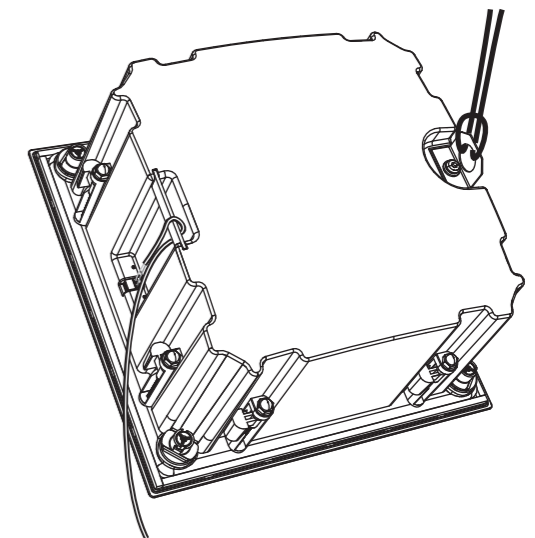

Fig. 16. Connecting the secondary safety to the back can
1. Po prawidłowym podłączeniu tylnej puszki, jak pokazano powyżej, podłącz dodatkowy kabel zabezpieczający do metalowej pętli montażowej z tyłu tylnej puszki. Drugi koniec dodatkowej linki zabezpieczającej należy przymocować do odpowiednio mocnego punktu mocowania w suficie (Rys.16).